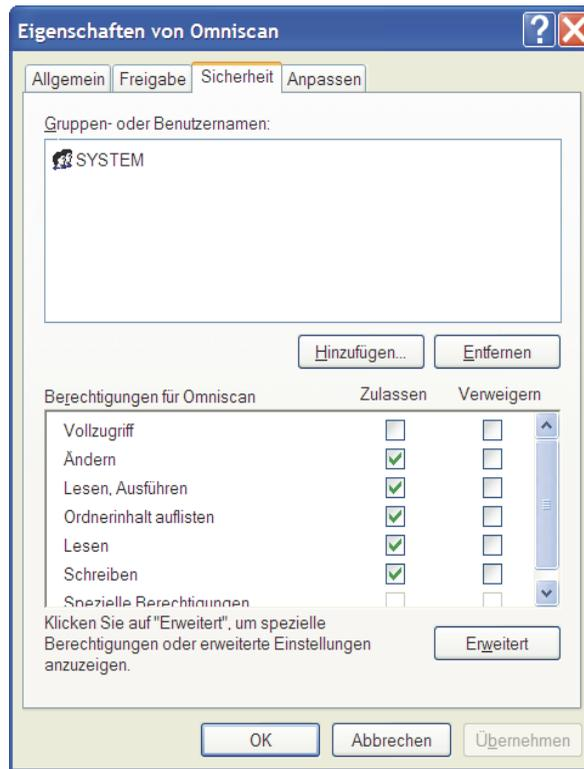

Abbildung 7-18 Register Sicherheit im Dialogfeld Eigenschaften von Omniscan (Windows XP)
12. Klicken Sie im Dialogfeld **Eigenschaften von Omniscan** auf das Register **Sicherheit** und dann auf **Hinzufügen** (siehe Abbildung 7-18 auf Seite 232).